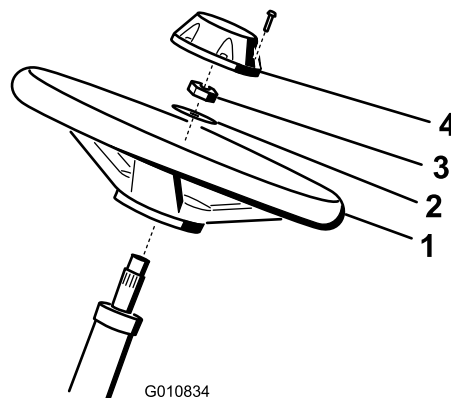

Figura 4
1. Deslice el volante sobre la columna de dirección (Figura 4).
2. Deslice la arandela sobre la columna de dirección (Figura 4).
3. Sujete el volante a la columna con una contratuerca y apriétela a 27–35 N·m (Figura 4).
4. Sujete el embellecedor al volante con el tornillo (Figura 4).